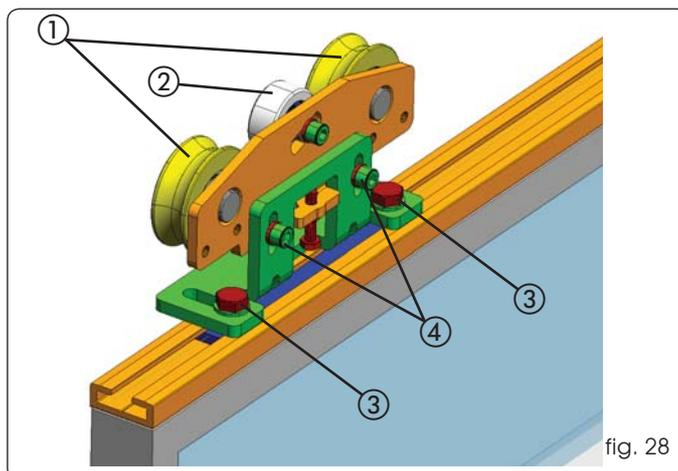

fig. 28
Les chariots sont équipés de deux roues de coulissement (fig. 28 réf. ①) et d'une roue de contre-poussée (fig. 28 réf. ②).
En outre, à la base des chariots, deux fentes permettent le réglage en profondeur du vantail (fig. 28 réf. ③).
- Desserrer légèrement les deux vis M6 fig. 28 réf. ④.